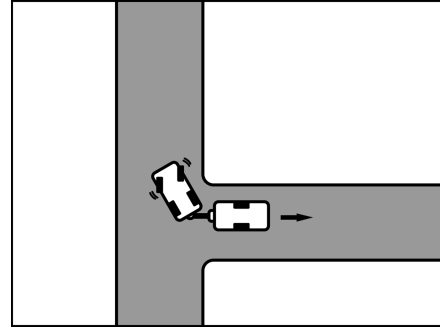

Bild 13 Styr åt höger
- Vrid ratten åt höger och backa försiktigt (Bild 13).